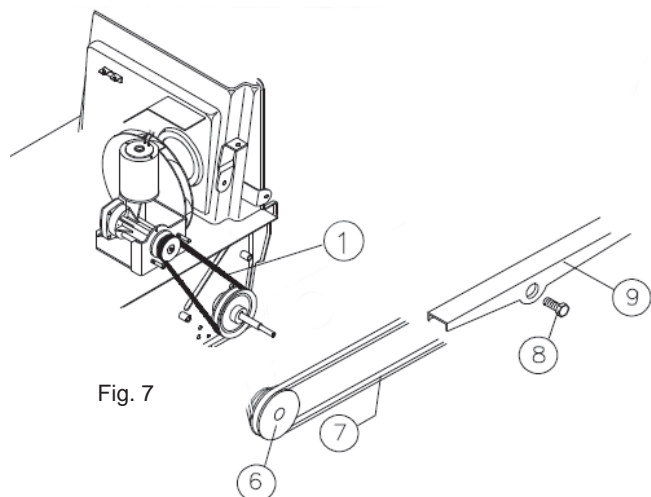

Fig. 7
- Avlägsna remmen pos. 7 Fig. 7 från remskivan pos. 6 Fig. 7.
- Skruva loss fäststiftet pos. 8 Fig. 7 och dra ur sidoarmens krokarna pos. 9 Fig. 7 från den fasta kuggringen.
- Avlägsna remmen pos. 7 från sidoarmen pos. 9 Fig. 7.
- Sätt tillbaka sidoarmen pos. 9 Fig. 7 på den fasta kuggringen.
- Skruva tillbaka stiftet pos. 8 Fig. 7.
- För in remmen pos. 7 Fig. 7 i remskivan pos. 6 Fig. 7.
- Avlägsna remmen pos. 1 Fig. 7.